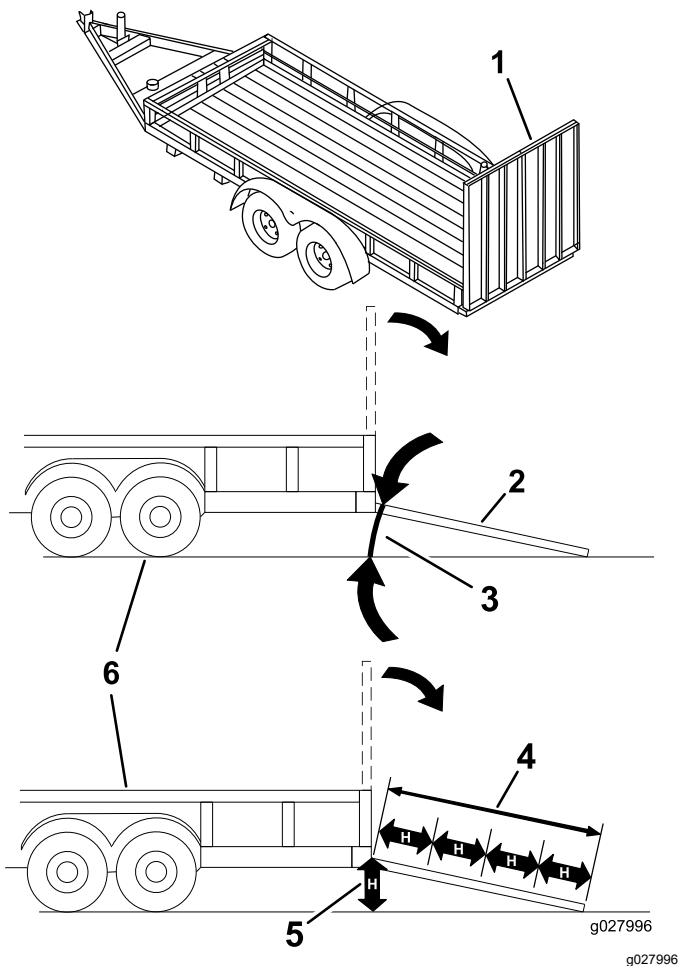

Bild 32
Das Laden einer Maschine auf einen Anhänger oder einen Lastwagen erhöht die Umkipppgefahr und könnte schwere oder tödliche Verletzungen verursachen (Bild 32).
3. Senken Sie die Rampe ab und stellen Sie sicher, dass der Winkel zwischen der Rampe und dem Boden höchstens 15 Grad beträgt (Bild 32).
1. Senken Sie die Rampe ab und stellen Sie sicher, dass der Winkel zwischen der Rampe und dem Boden höchstens 15 Grad beträgt (Bild 32).